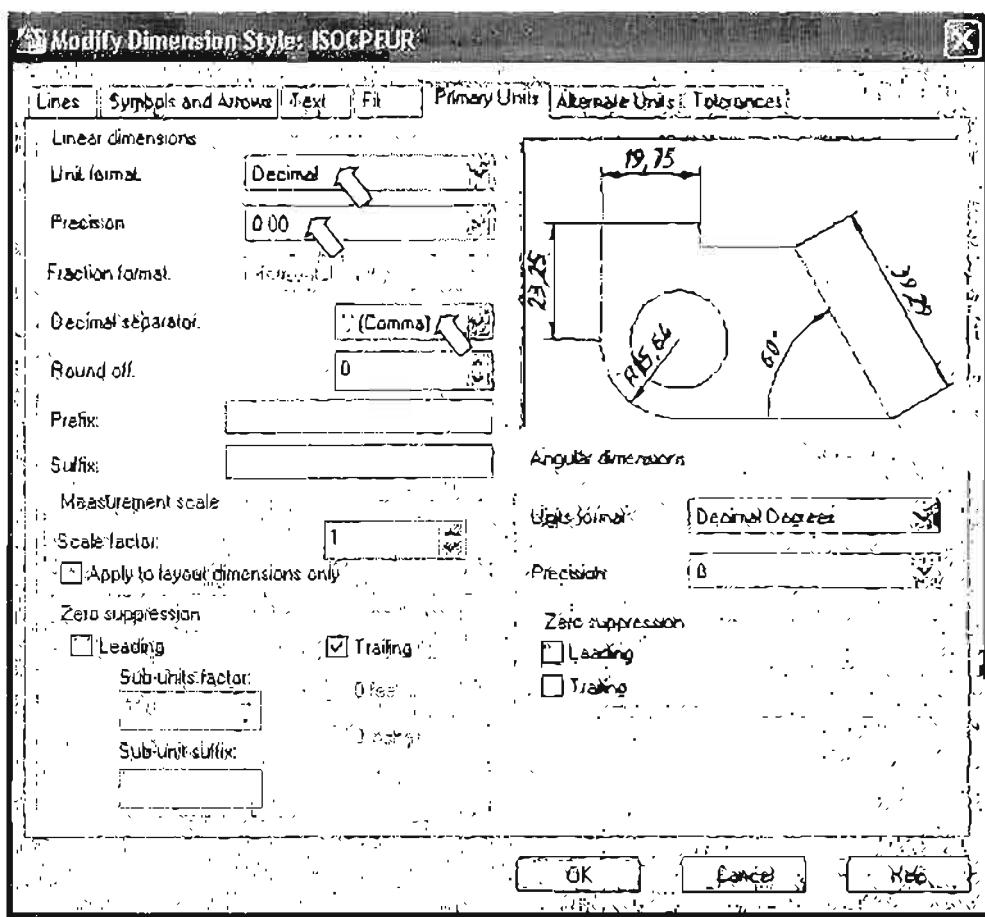

Рис. 3.20 Диалоговое окно **Modify Dimension Style** на вкладке **Primary Units** с установками нового размерного стиля **ISOCEUR**
5. На вкладке **Primary Units** (Основные единицы) (рис. 3.20) задаются формат, точность основных единиц, а также префиксы и суффиксы размерного текста.